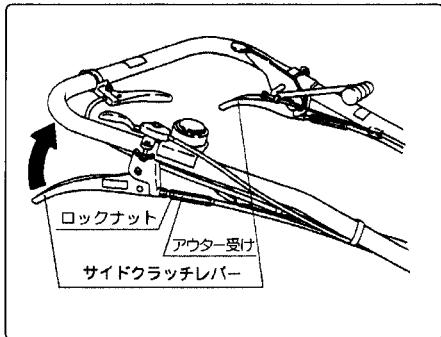

図24
- ① 旋回したい側のサイドクラッチレバーを握って旋回します。サイドクラッチレバーが重たくて切れにくい場合は、旋回したい方にハンドルを振ってからサイドクラッチレバーを操作してください。サイドクラッチの調整はロックナットをゆるめ、アウター受けを回すことによりアウターの長さを変えておこないます。レバーつけ根の所の遊びが 1～2 mm になるように調節してください。調整が終わったらロックナットを回してアウター受けがゆるまないように締めてください。(図24)